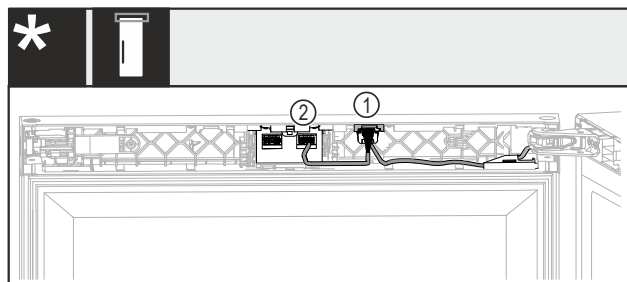

Fig. 45 Sin candado o con candado mecánico*
- Introduzca el conector macho Fig. 45 (1) con ambos cables en la guía.*
- Enganche el conector macho con un cable Fig. 45 (2) en la cavidad derecha.*